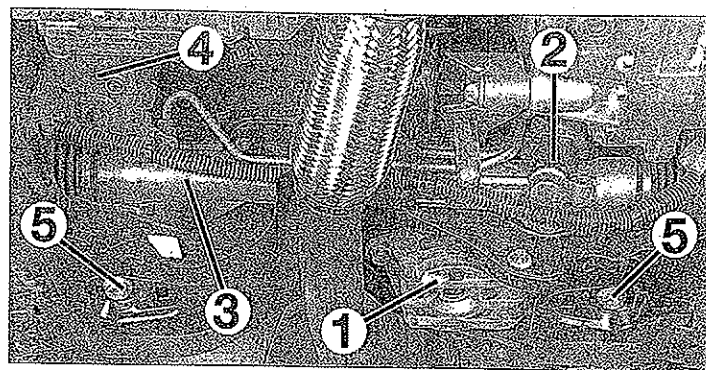

FIG. 13
- el soporte trasero (1) de caja de velocidades en la cuna (fig. 13).